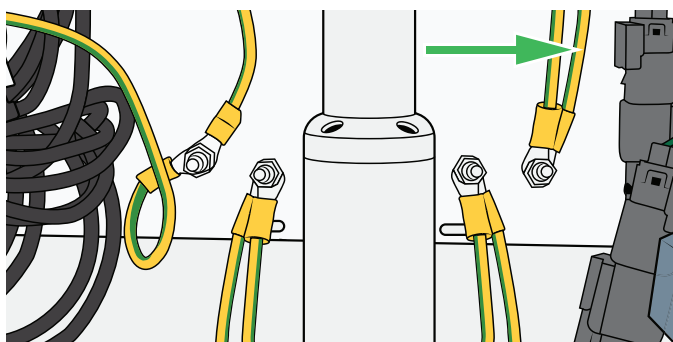

Figure 51
2. Débranchez le câble de terre du transducteur. Voir Figure 51.